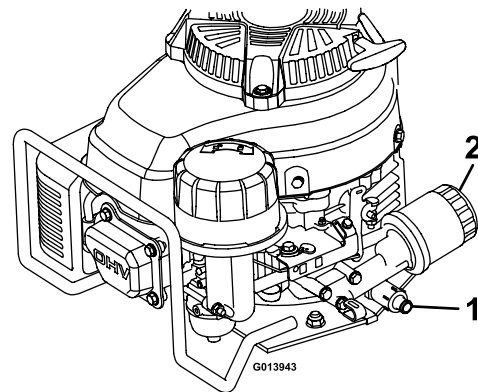

Figura 23
3. Coloque una manguera sobre la válvula de vaciado de aceite, según se muestra en Figura 23.